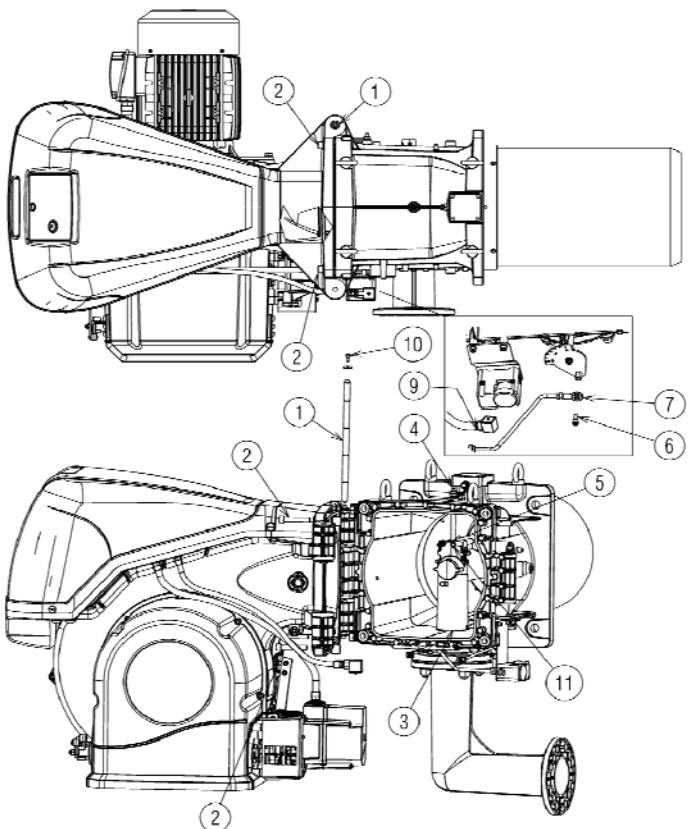

Рис. 15
Стандартно горелка собирается на заводе для открывания влево, следовательно штифт (10 (Рис. 15) остаётся на своём месте.
- A.** Отсоедините тягу (7) (Рис. 15); для этого отвинтите винт (6).
- B.** Разъедините штекер/разъём (9) (Рис. 15) прессостата максимального давления газа.
- C.** Отвинтите винты (2).
- D.** Откройте горелку не более чем на 100-150 мм, повернув её на петле, и отсоедините провода датчика (5) и электрода (11);
- E.** Полностью откройте горелку, как показано на Рис. 15.
- F.** Отвинтите винт (4) со штуцером давления.
- G.** Приподнимите головку горелки в гнезде (3), после чего её можно свободно вынуть.
Для того чтобы открыть горелку с противоположной стороны, убедитесь в том, что 4 винта (2) хорошо затянуты, после чего выньте штифт (1) (Рис. 15). Затем переставьте штифт (1) на противоположную сторону, и только в этот момент можно снять винты (2); затем выполните описанную выше последовательность действий, начиная с пункта **С**.